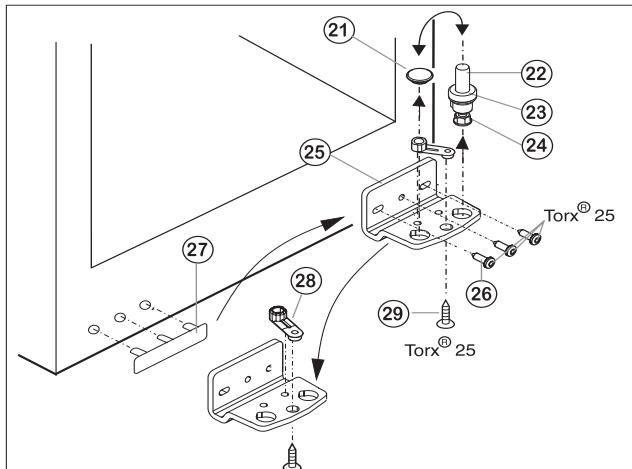

Fig.3
- Извлеките опорный винт Fig. 3 (22) в комплекте с шайбой Fig. 3 (23) и регулируемой опорой Fig. 3 (24), вытягивая его вверх.
- Снимите пробку Fig. 3 (21).
- Открутите Fig. 3 (26) опорный кронштейн Fig. 3 (25).
- Открутите Fig. 3 (29) опорную деталь Fig. 3 (28) и, переставив в отверстие на противоположной стороне опорного кронштейна, снова прикрутите.
- Осторожно снимите и переставьте на противоположную сторону крышу со стороны ручки Fig. 3 (27).
- Снова прикрутите опорный кронштейн Fig. 3 (25) на новой стороне шарнира (с моментом 4 Нм). При необходимости используйте аккумуляторный шуруповерт.
- Переставьте пробку Fig. 3 (21) в свободное отверстие.
- Вновь установите опорный винт Fig. 3 (22) в комплекте с шайбой и регулируемой опорой. При этом фиксатор должен быть направлен назад.